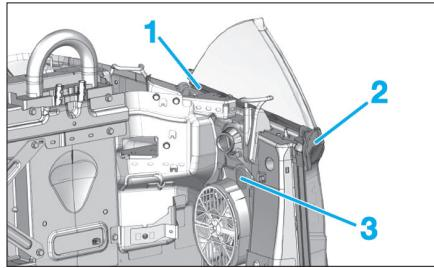

Fig. 77
- le joint lècheur intérieur de vitre (1) (Fig.77),